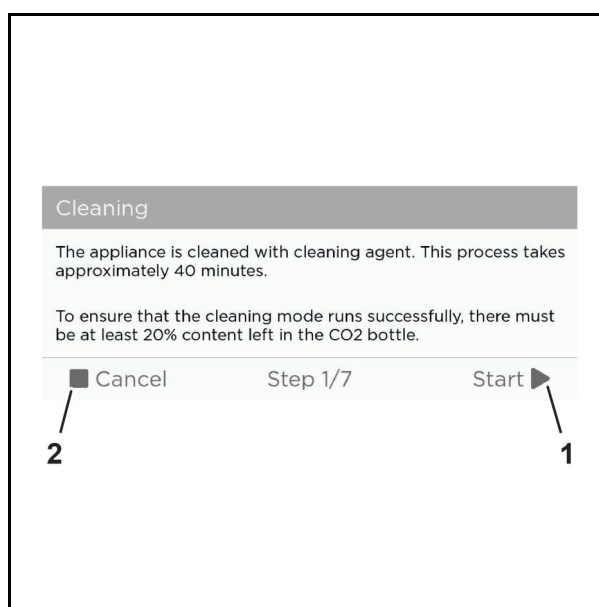

Abb. 79 Beispielgrafik
1. Folgen Sie den Anweisungen auf dem Touchscreen und tippen Sie auf die Schaltfläche "Start" (Abb. 79/1), um die Reinigung zu starten oder "Cancel" (Abb. 79/2), um die Reinigung abzubrechen.